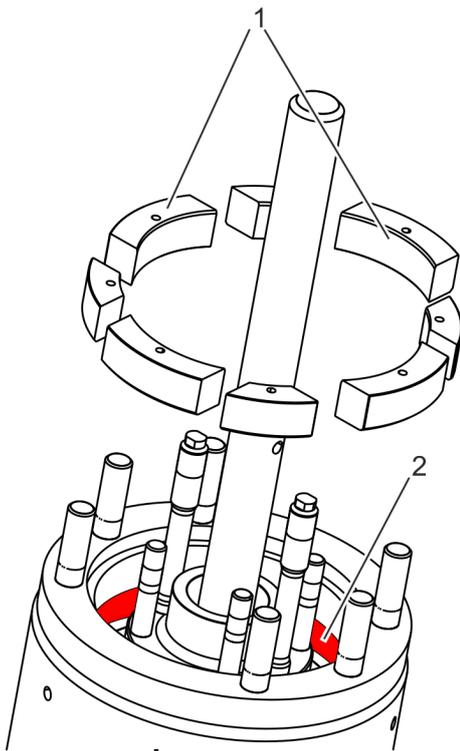

Fig. 32: Insertion des segments
- 19.** ➤ Insérer les segments (Fig. 32/1) dans la rainure du carter (Fig. 32/2).